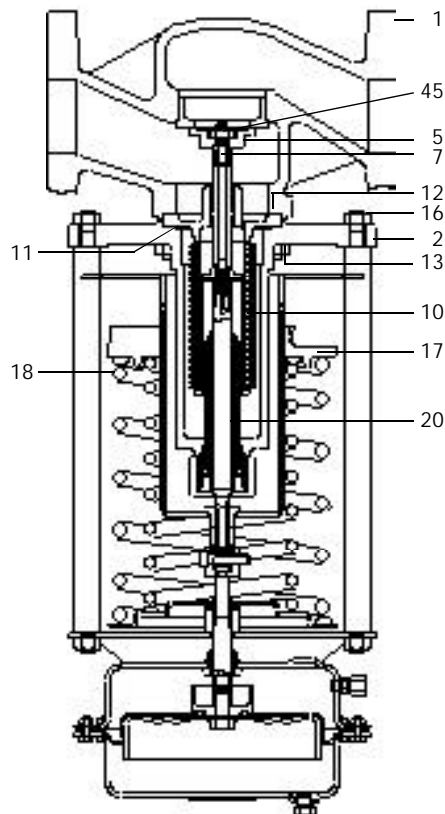

Fig 10
3.4.4 Att byta ut balansbälgssatsen (Fig. 10)